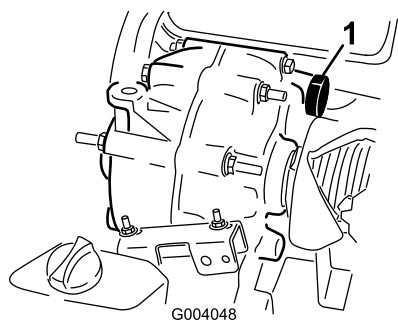

Figura 47
7. Riempite il serbatoio (Figura 47) attraverso il foro di riempimento con circa 1,4 litri del fluido specificato o fino a quando il livello di fluido nella